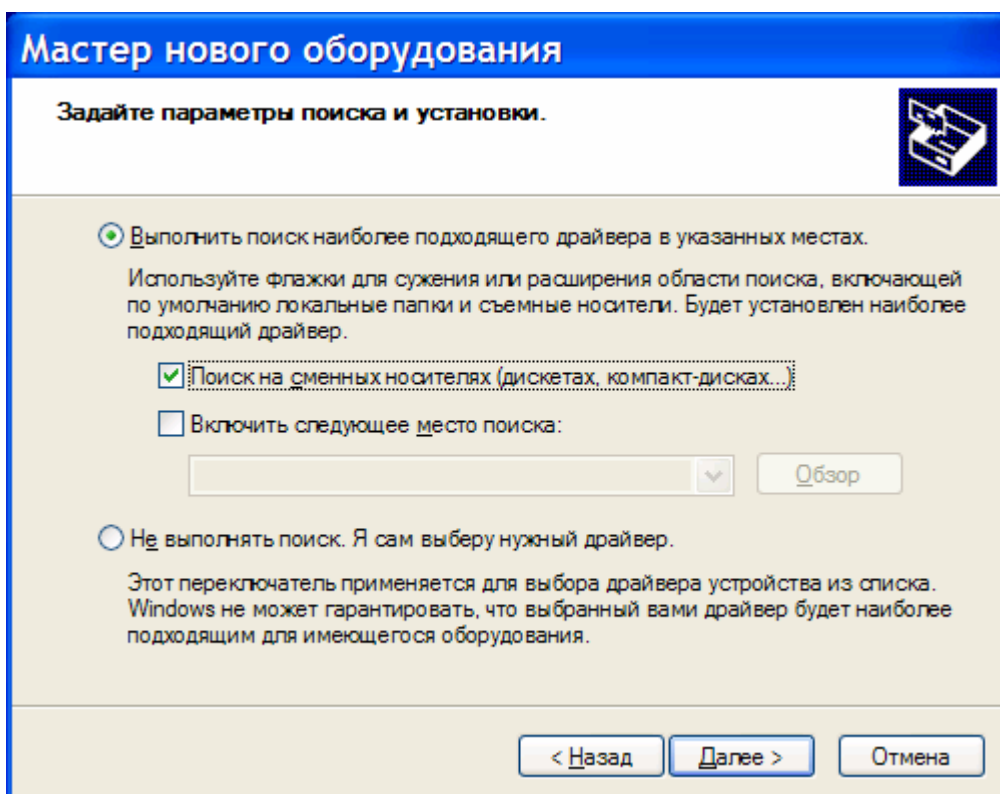

рис.6.
- 3.5. Установите опции диалога, как показано на рис.6 и нажмите кнопку "Далее".